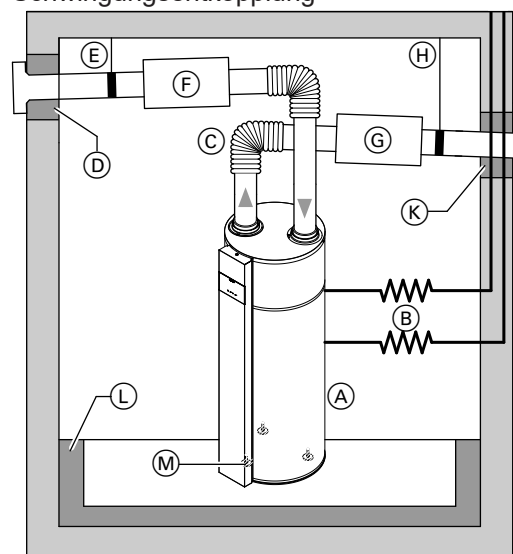

Abb. 12
- Leitungen, Wanddurchführungen und Anschlüsse an die Warmwasser-Wärmepumpe können zur Geräuschreduzierung schwingungsgedämpft ausgeführt werden: Siehe Abb. 12.